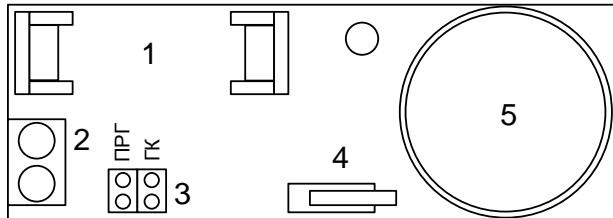

Рисунок 4
3.7. Органы управления, используемые при конфигурировании извещателя, а также клеммы подключения внешней контрольной цепи, расположены на лицевой стороне печатной платы устройства (**см. Рисунок 4**).